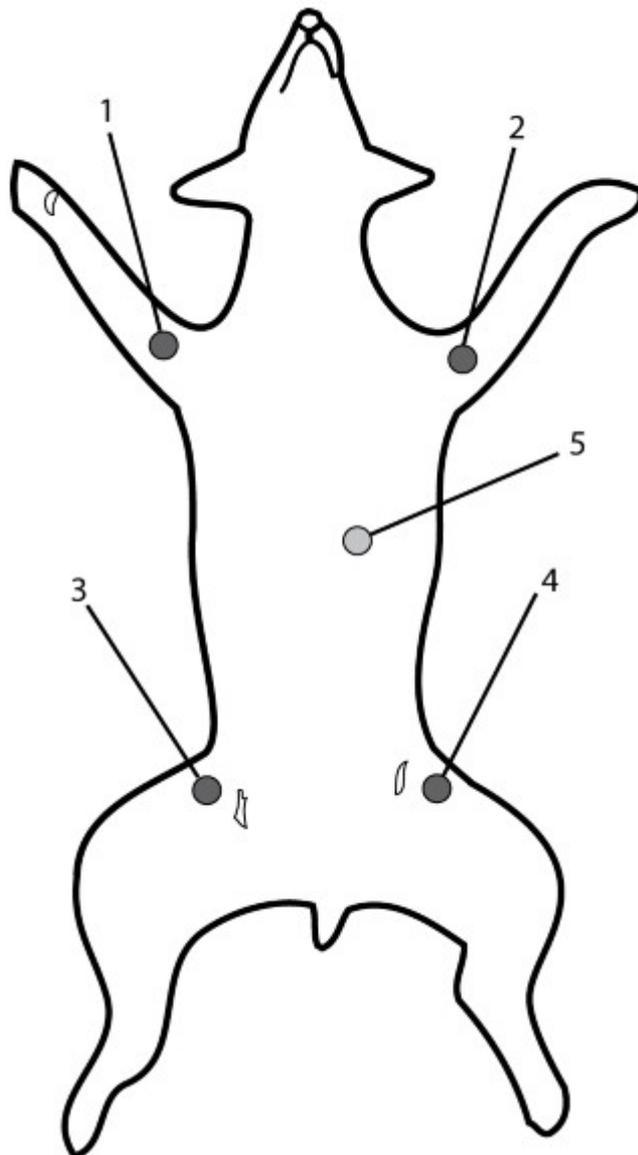

Figura 1. Posición de los electrodos para cable pentapolar
- a. Visualice la tapa de la impresora (vea Figura 1. Tapa cerrada en página 10).